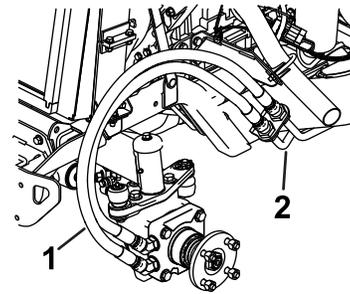
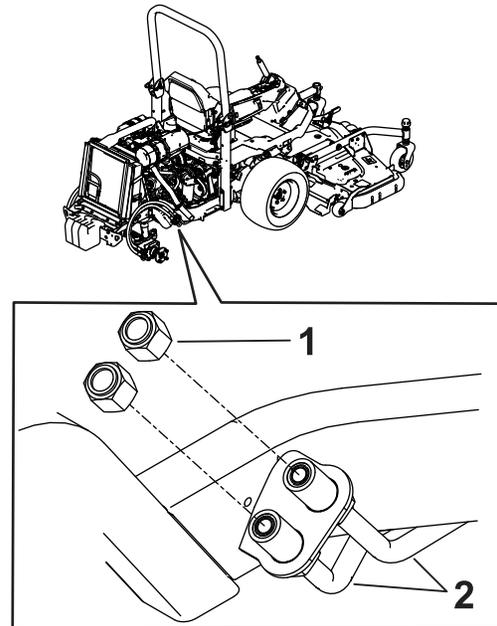

Figura 2
Figura 3
- Rimuovete i flessibili idraulici esistenti dai condotti idraulici davanti alla ruota e montate immediatamente i tappi ai condotti idraulici (Figura 2 e Figura 3).